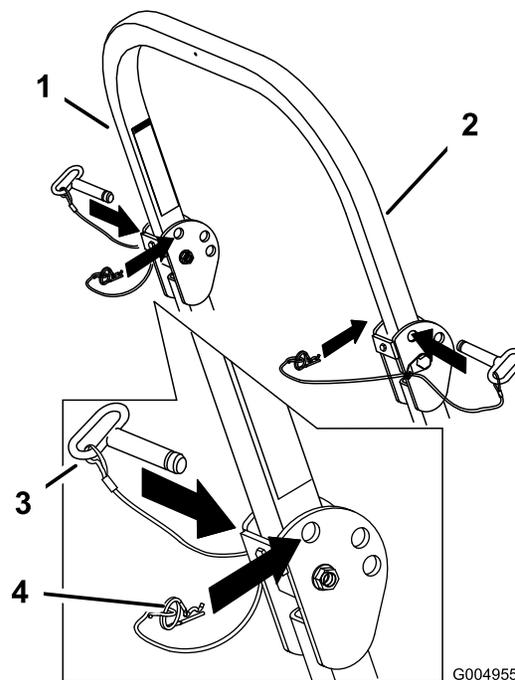

Figure 10
1. Retirez les goupilles fendues puis les deux axes (Figure 10).
3. Posez les deux axes et fixez-les avec les goupilles fendues (Figure 10).
4. Pour relever l'arceau de sécurité, retirez les goupilles fendues puis les deux axes (Figure 10).
5. Relevez complètement l'arceau de sécurité puis insérez les deux axes et fixez ces derniers avec les goupilles fendues (Figure 10).